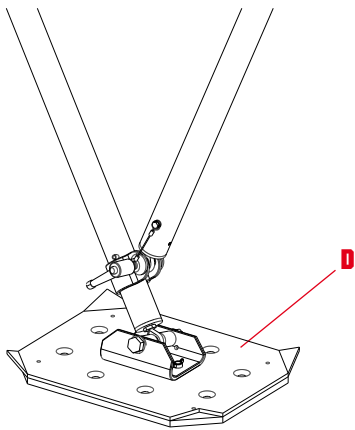

fig. 4A
- visser et serrer les pivots filetés des manilles (M).
- c) Relier les bases (D) à l'aide des vis prévues à cet effet, en choisissant le côté le mieux adapté à la surface d'appui :
- côté caoutchouté pour les surfaces d'appui lisses et dures (fig. 4A),